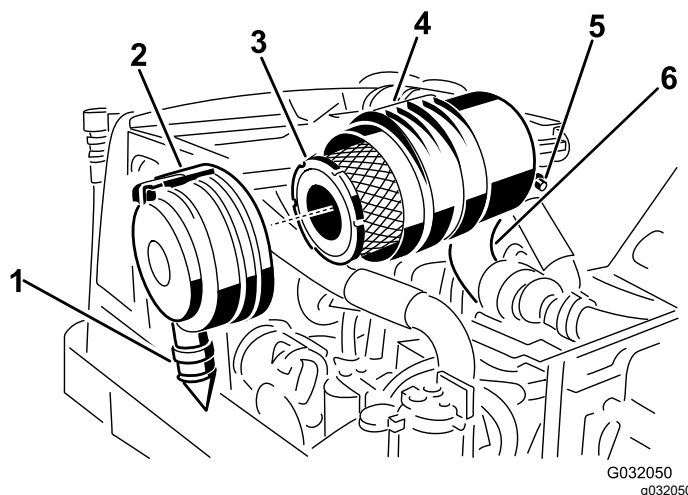

Bild 44
3. Wechseln Sie den Hauptfilter aus (Bild 44).
2. Entfernen Sie den Hauptfilter (Bild 44).